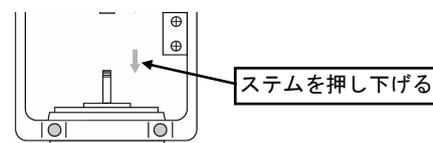

図4
- (2) バルブのステムを一番下まで押し下げます(図4参照)。(Bポート閉位置)